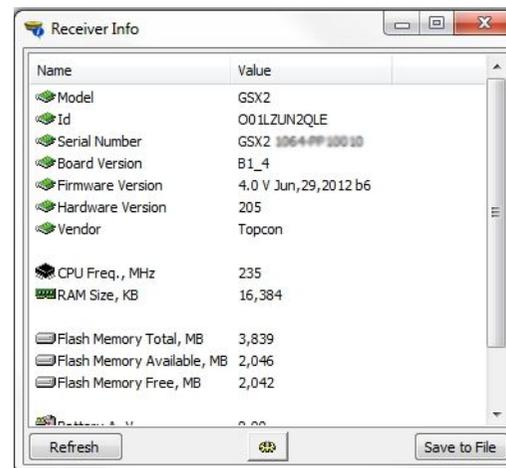

Рис. 6: SRU - Інформація о приемнике
6. В главном окне SRU нажмите пиктограмму Информация. Откроется окно Информация о приемнике (Рис. 6).